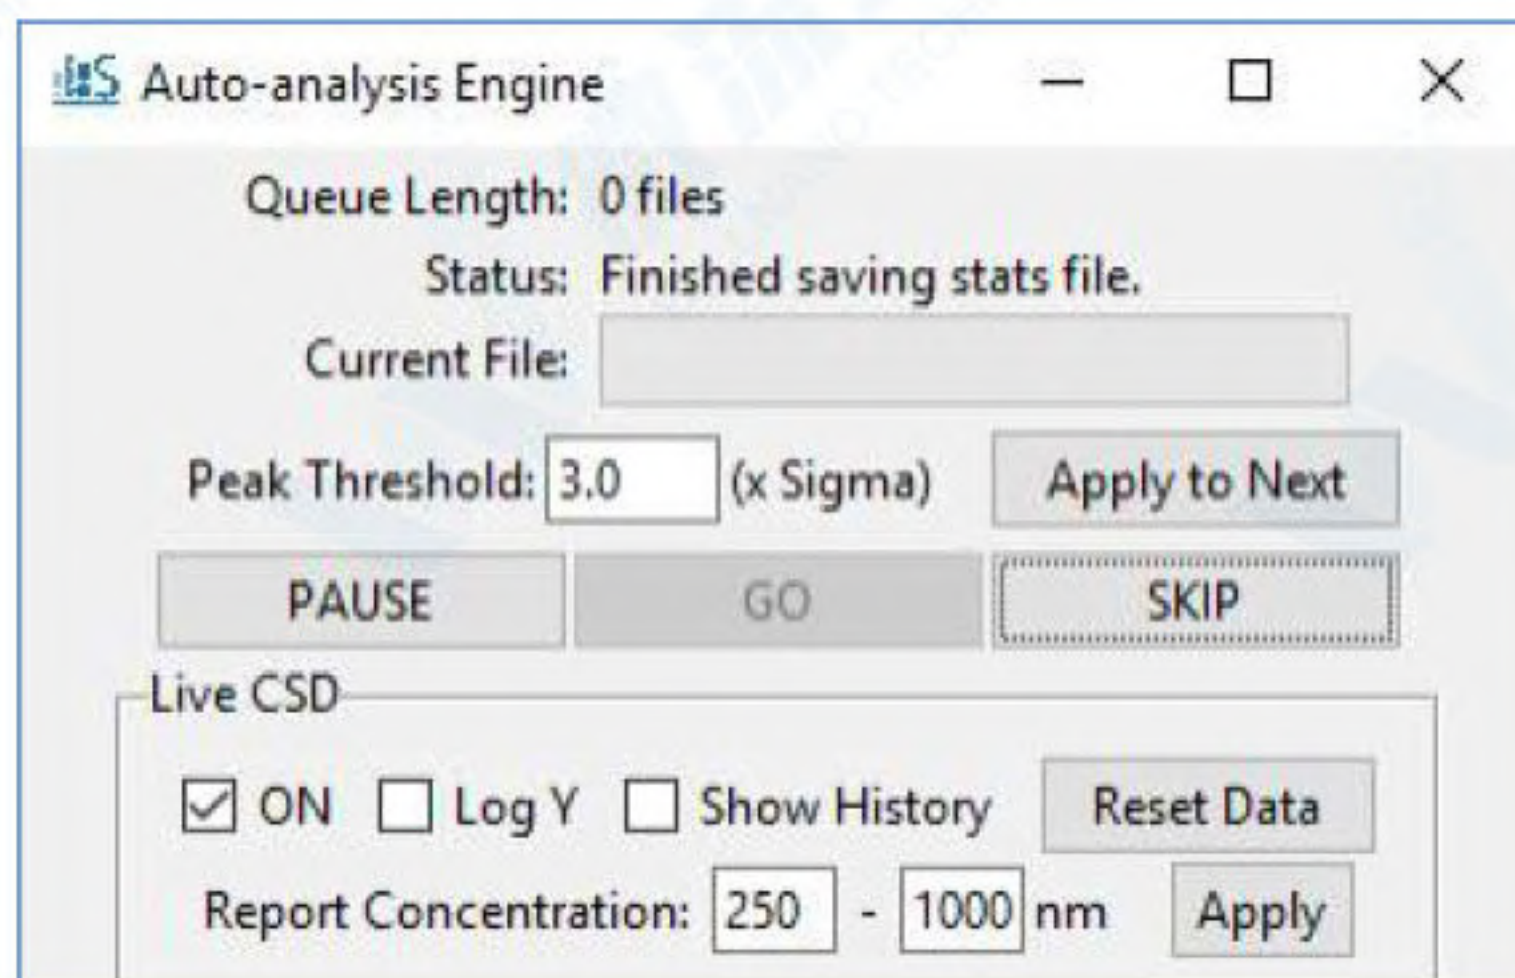

图9: 自动分析引擎 (Auto-analysis Engine) 界面
- 标记 (Flagged) 的数据采集文件会自动进入自动分析引擎 (Auto-analysis Engine) 队列，并自动处理生成 Spectradyne Stats 文件 (见图9)。
- 显示选项 (见图9):